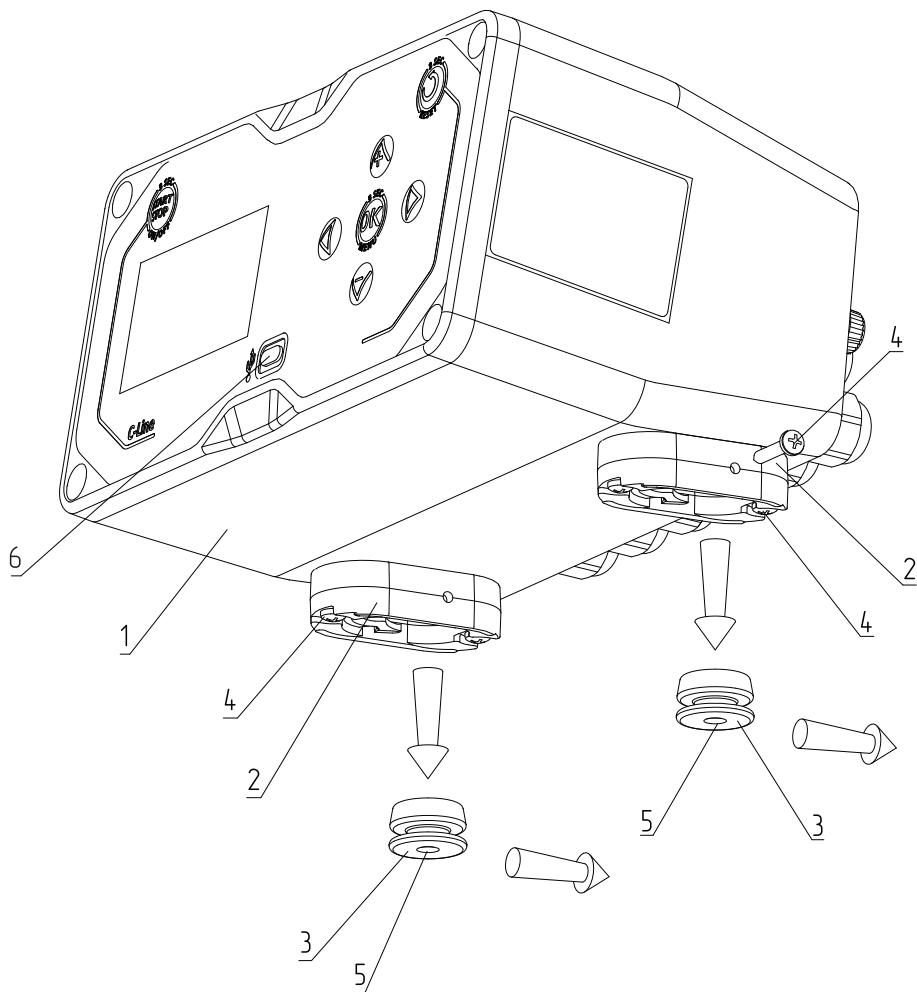

Рис. 4 Установка крепления универсального для контроллера C-Line 200 PBA
- Установите контроллер C-Line 200 PBA с помощью универсального крепления к обшивке котла, либо на кронштейн из комплекта поставки, как показано на **Рис. 4**;